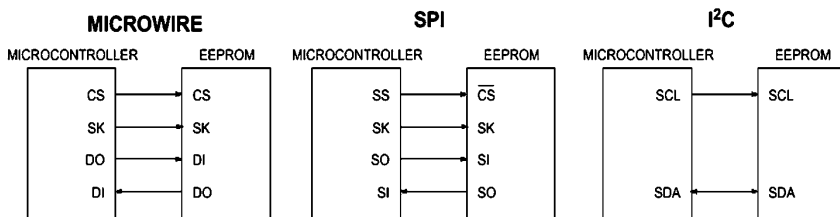

Рис.1
MICROWIRE™ имеет три или четыре стандартных линии: последовательный такт (SK), выбор кристалла (CS), вход данных (DI), выход данных (DO) - **рис.1**.